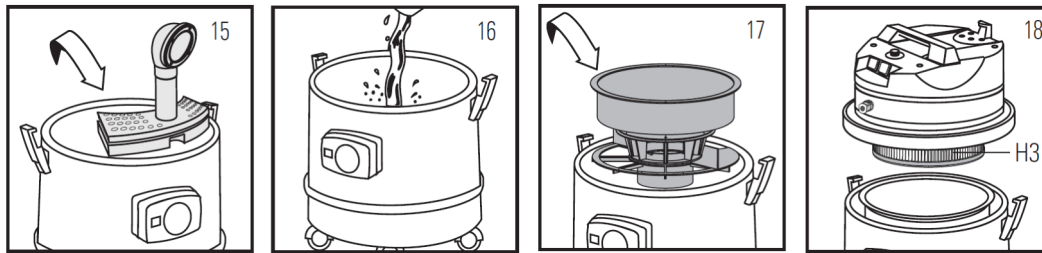

Abb. 5: Luftreinigung und Trockensaugen
- Den Griff 10 und das Verlängerungsstück 10 mit dem flexiblen Schlauch 18 verbinden (Bild 5)
- Den Griff 10 und das Verlängerungsstück 14 mit dem Flexschlauch 18 verbinden (Bild 5)
- Flexschlauch mit dem Griff 10 und dem Verlängerungsstück 14 verbinden (Bild 5)